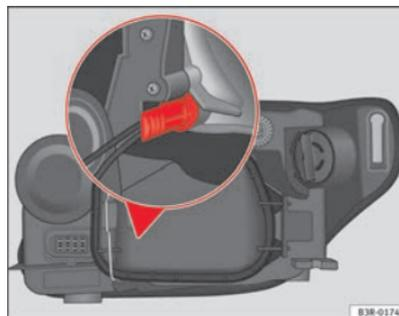

Fig. 199 Luz de posición. Empuñadura del portalámparas en posición vertical
- Introduzca la lámpara en el zócalo, de forma que la empuñadura del portalámparas quede con la pared en posición vertical ⇒ página 279, fig. 199 y presione sobre él.